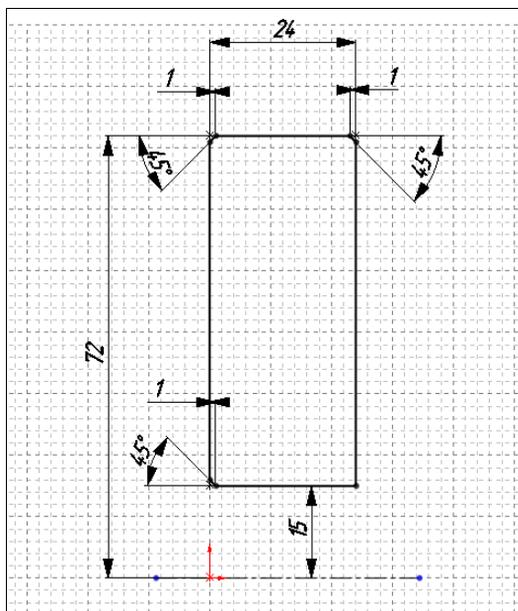

Рис. 2.142
2. Оформим эскиз зубчатого колеса в виде его половины, не забыв изобразить ось детали (рис. 2.142).
Как видно из рис. 2.142, эскиз зубчатого колеса представляет собой прямоугольник с тремя фасками $1 \times 45^\circ$. На расстоянии 15 мм от прямоугольника построена ось детали, которая также является осью поворота эскиза.